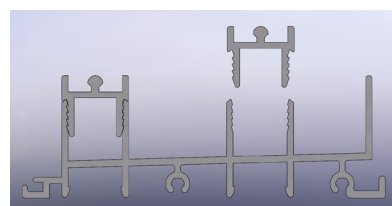

Figura 6
10. Una vez sellados los tornillos de instalación, instale los insertos del umbral. Hay un inserto para cada riel. (Consulte la figura 6).